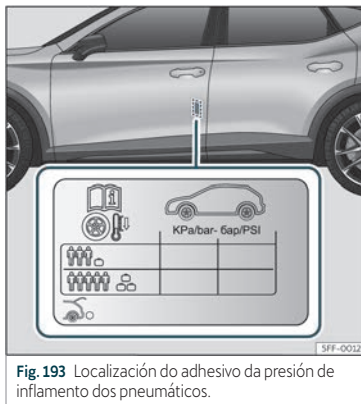

Fig. 193 Localización do adhesivo da presión de inflamento dos pneumáticos.
- Adapte a presión dos pneumáticos á carga que leva o vehículo»» fig. 193.
Os valores da presión de inflamento están indicados na etiqueta adhesiva situada na parte posterior do marco da porta dianteira esquerda»» fig. 193.
A presión dos pneumáticos débese adaptar á carga actual do vehículo. Se o vehículo vai ir cargado ao máximo, debe aumentar a presión de inflamento ao valor máximo de carga indicado na etiqueta adhesiva»» fig. 193.
No caso dunha roda de emerxencia minimizada (125/70 R18), inflar ata 4,2 bar de presión segundo se indica na etiqueta de presión dos pneumáticos»» fig. 193.
- O condutor é responsable de que todos os pneumáticos do vehículo estean inflados á presión correcta. A presión de inflamento recomendada vén indicada nun adhesivo »» fig. 193.
- Cos pneumáticos en frío, deberase manter sempre a presión indicada no adhesivo »» fig. 193.